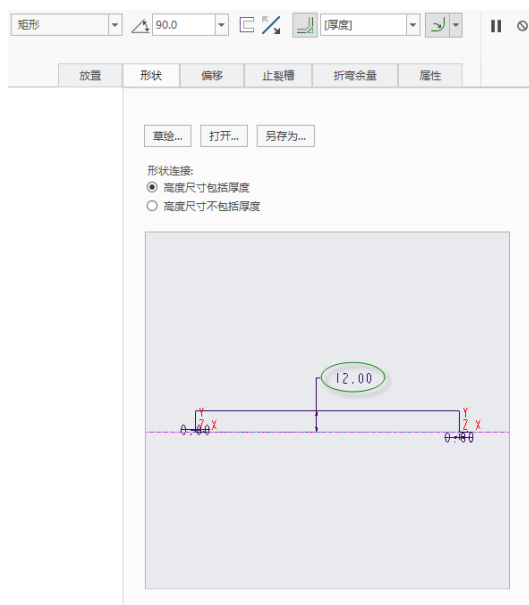

图 6-97 设置形状尺寸
(3) 在“平整”选项卡中打开“形状”面板, 在其中的草绘窗口中设置图 6-97 所示的形状尺寸。